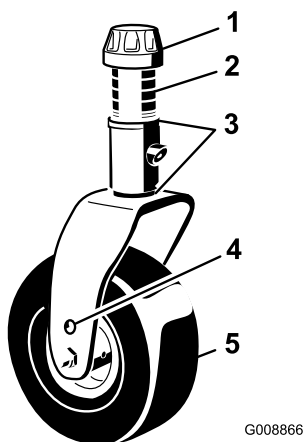

Figura 82
- Retire a tampa de fixação do eixo roscado e desloque o fuso para fora do braço da roda giratória (Figura 82). Volte a montar os calços para levantar ou baixar a roda giratória até obter uma inclinação correcta da unidade de corte.